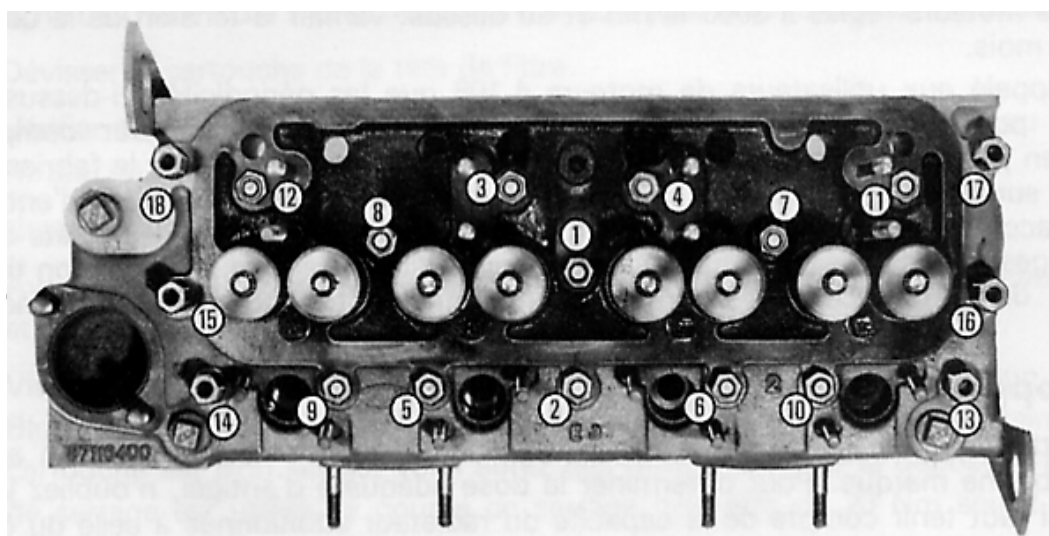

Fig. 5 — Ordre de serrage de la culasse.
2. Déposer la rampe des culbuteurs. **Resserrer la culasse** suivant l'ordre de serrage indiqué fig. 5 au couple de: